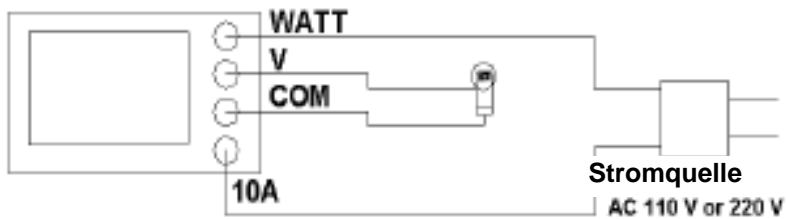

Abb. 2
Verbinden Sie die Testkabel gemäß Abb. 2 mit den Klemmen (3 – 16, 3 – 17, 3 – 18, 3 – 19).
- 6) * Verbinden Sie die „LAST“ mit den Klemmen 3 – 17, 3 – 18 (s. Abb. 2).
3 – 19 (s. Abb. 2).
„V“-Eingangsbuchse (3 – 17, Abb. 2) und „COM“-Eingangsbuchse (3–18, Abb. 2)
Verbindung der Wandler-Stromabgabe mit der „10 A“-Eingangsbuchse (3 – 19, Abb. 2) und der „COM“-Eingangsbuchse (3 – 18, Abb. 2)
„V“-Eingangsbuchse (3 – 17, Abb. 2) und „COM“-Eingangsbuchse (3 – 18, Abb. 2)
Verbindung des Zangenanlegers (1 AC mV pro 1 ACA), mit den „Clamp-On Current Input“-Eingangsbuchsen (3 – 20, Abb. 2).